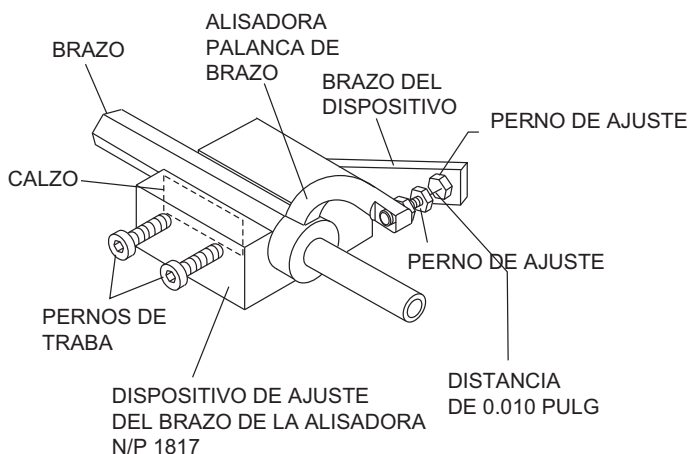

Figura 46. Componentes del dispositivo de ajuste del brazo de la alisadora
- Desenrosque los pernos de traba en la herramienta de ajuste y coloque el brazo de la alisadora en el canal del dispositivo según se muestra en la Figura 46. Tal vez se necesite un calzo fino para tapar los agujeros de la hoja en el brazo de la alisadora. Asegúrese de alinear el perno de ajuste de la alisadora con el perno de ajuste del dispositivo.